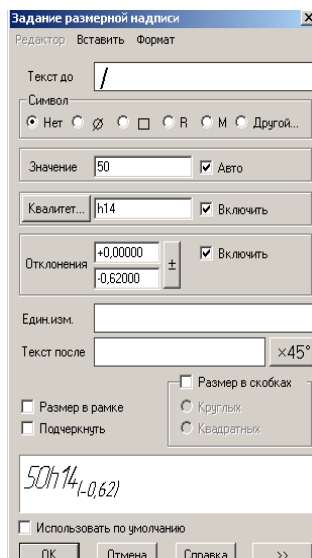

Рис.32
26. В окне диалога Задание размерной надписи установить обозначение диаметра (рис.32).